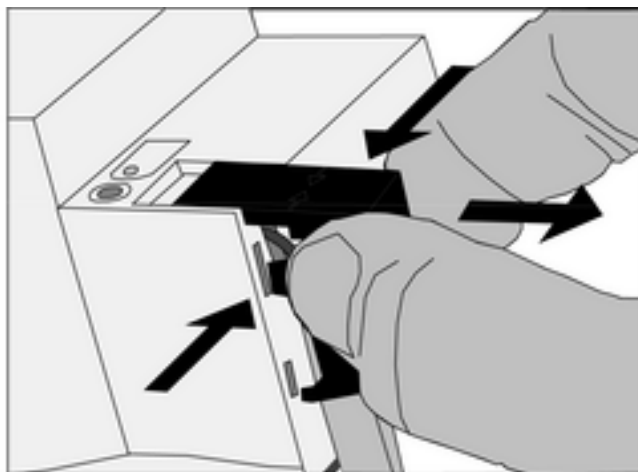

Figura 7: Retirar la tapa
- Presionar la tapa lateralmente y tirar (figura 7).